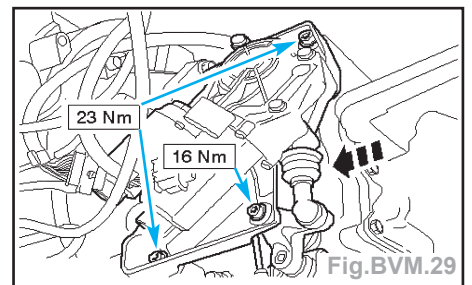

Fig.BVM.29
- Déposer l'actionneur de passage automatisé des rapports (Fig.BVM.29).